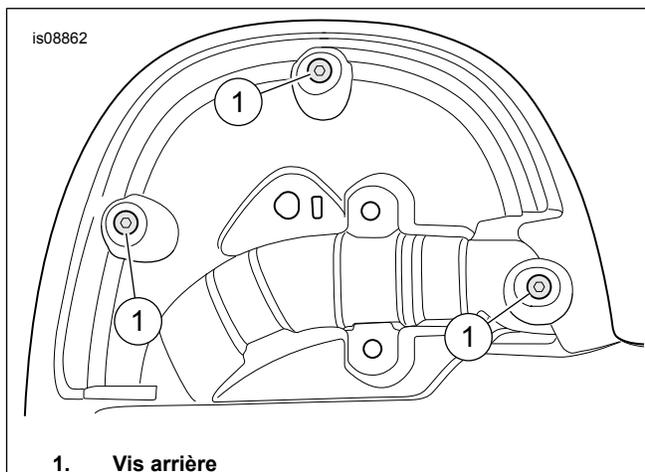

Figure 1. Vis arrière
1. Consultez Figure 1 . Retirez les vis arrière (1) à l'arrière d'un carénage.